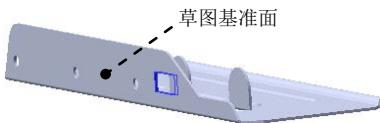
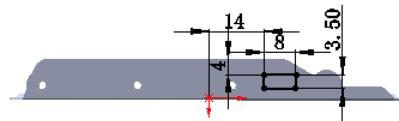

图 13.2.60 切除一拉伸3
图 13.2.61 横断面草图
Step15. 创建图 13.2.60 所示的切除—拉伸 3。
（2）定义特征的横断面草图。选取图 13.2.60 所示的表面作为草图基准面，绘制图 13.2.61 所示的横断面草图。